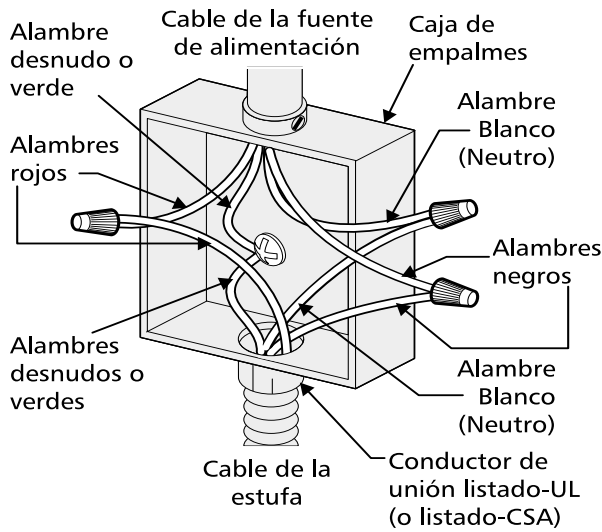

Figura 3 - Sistema eléctrico de 4 alambres (ejemplo caja de empalme)
Donde los códigos locales NO permitan conectar el conductor de puesta a tierra del electrodoméstico al neutral (blanco), o si está conectado con un sistema a 4 alambres (vea figura 3):
3. En el disyuntor, caja de fusibles o la caja de distribución: conecte el artefacto y los cables de la residencia como se muestra en la figura 3.